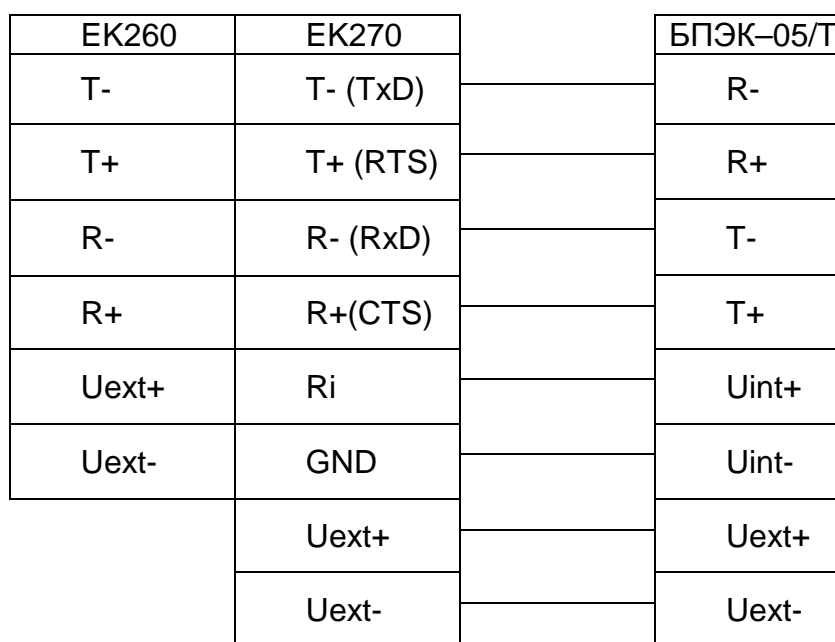

Рис.5 Схема подключения ЕК260(ЕК270) – БПЭК-05/Т
5.2 Подключить БПЭК-05/Т к корректору ЕК270 (ЕК260) согласно Рис.5